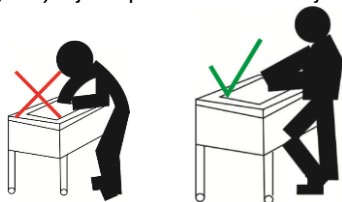

Fig.10
- Plaats uzelf nooit in een positie waarin uw gezicht wordt blootgesteld aan brandwonden veroorzaakt door hete waterdampen uit de tank. Gebruik de juiste houding (Fig. 10) bij het plaatsen en verwijderen van containers uit de tank.